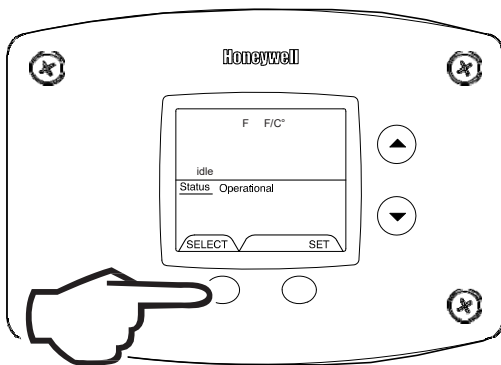

Fig. 47
5. °F/°C (Display/Change) (Fig. 47).